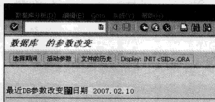

图 13-46 “数据库的参数改变”界面
STEP 1 在命令栏中输入“DB03”命令，进入“数据库的参数改变”界面，如图 13-46 所示。